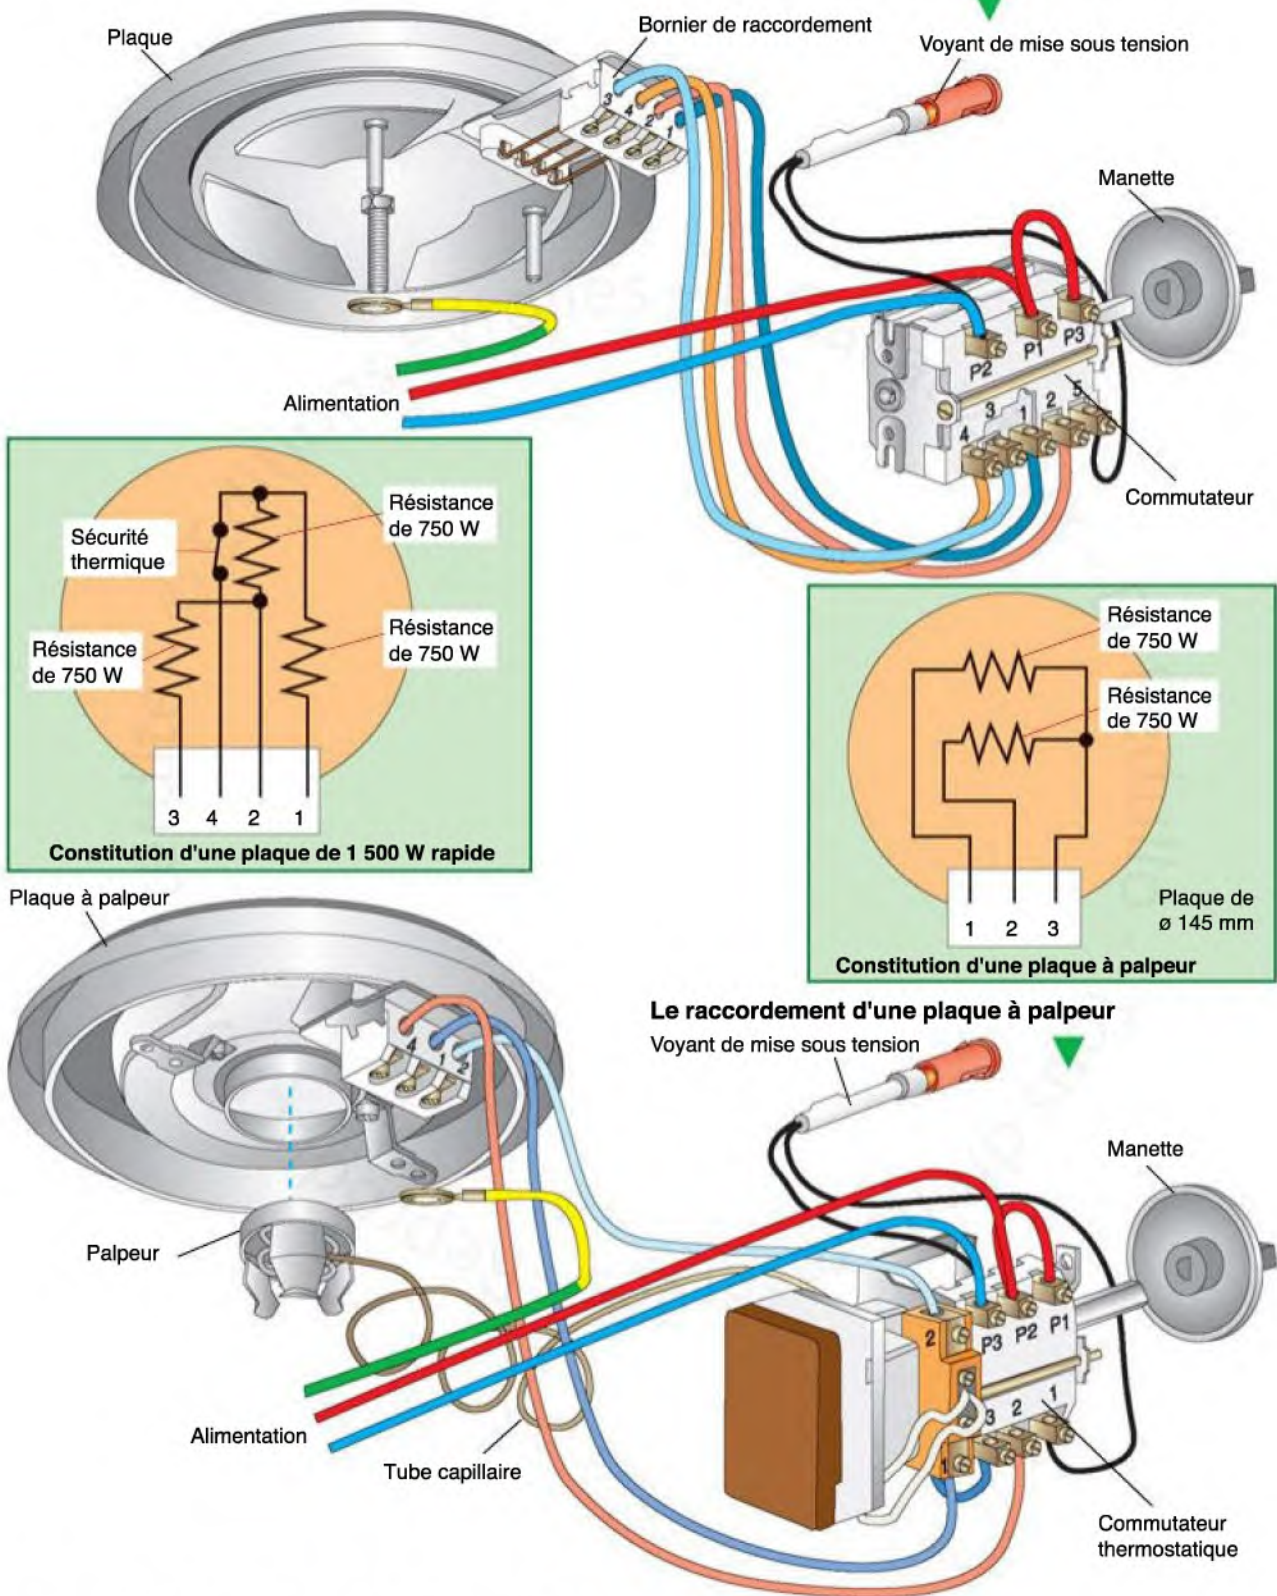

Figure 45 : Le raccordement des plaques électriques en fonte
- les plaques à palpeur, percées en leur centre, d'un diamètre de 145 ou 180 mm ; le trou central permet d'accueillir le palpeur du commutateur thermostatique de commande (figure 45) ; le palpeur sert à mesurer la température du fond du récipient posé sur la plaque, pour obtenir une meilleure régulation.